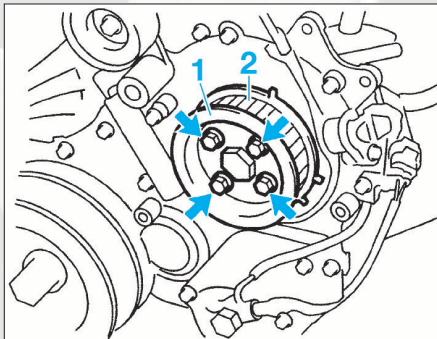

FIG. 47
- Déposer les 4 vis (flèches) puis déposer le flasque (1) et le pignon de pompe d'injection (de courroie de distribution) (2) (fig. 47).